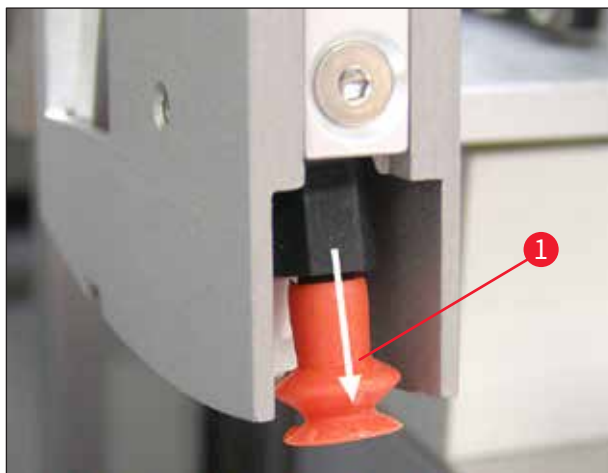

图 51
- 如果吸盘出现明显变形或损坏,则必须更换。进行更换时,用手指向下拉出吸盘(→图 51),更换新吸盘。